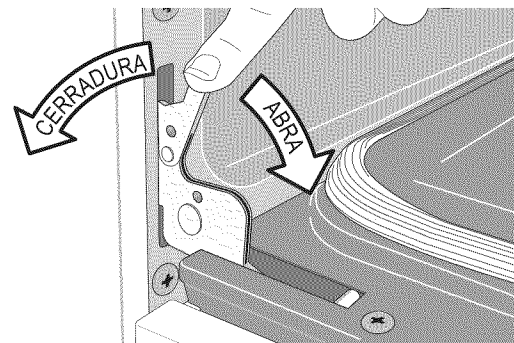

Figura 18: Seguros de las bisagras de la puerta
2. Tire de los seguros de ambas bisagras (izquierda y derecha) hacia abajo desde el marco del horno completamente hacia la puerta del horno (vea la Figura 18). Es posible que necesite una herramienta como un destornillador pequeño de cabeza plana.
4. Empuje los seguros de las bisagras izquierda y derecha hacia arriba y hacia el interior del marco del horno a su posición bloqueada (Figura 18).